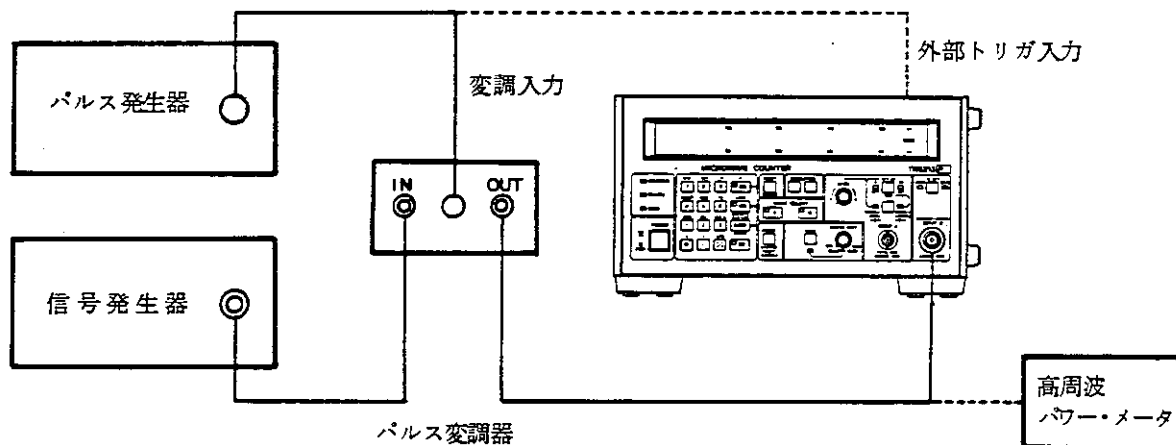

図 4-2 パースト波キャリア周波数測定における機器の接続図
- (2) 信号発生器の周波数を 18 GHz に設定し、〔図 4-2〕のように接続します。